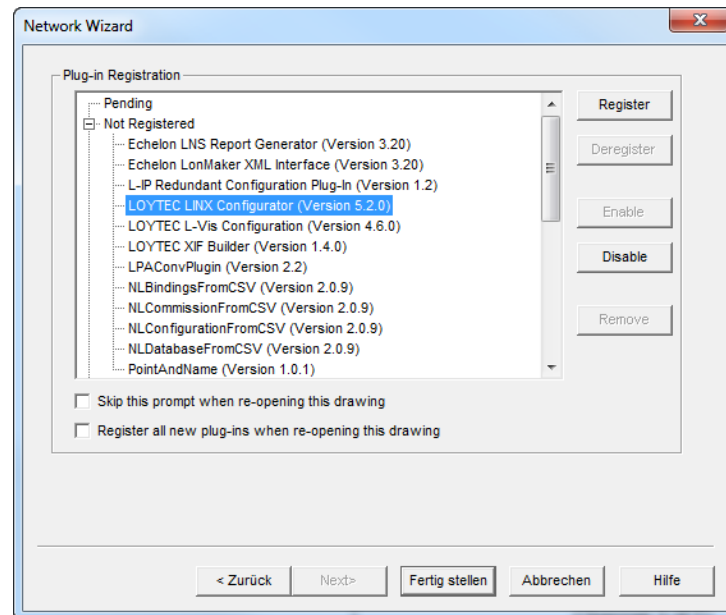

Abbildung 17: Wählen Sie das zu registrierende Plug-In aus
- Drücken Sie auf **Next** bis der Plug-In-Formularreiter im Network Wizard erscheint. Wählen Sie nun den **LOYTEC LINX Configurator (Version X.Y)** aus der Liste des Bereichs **Not Registered** aus (Abbildung 17).